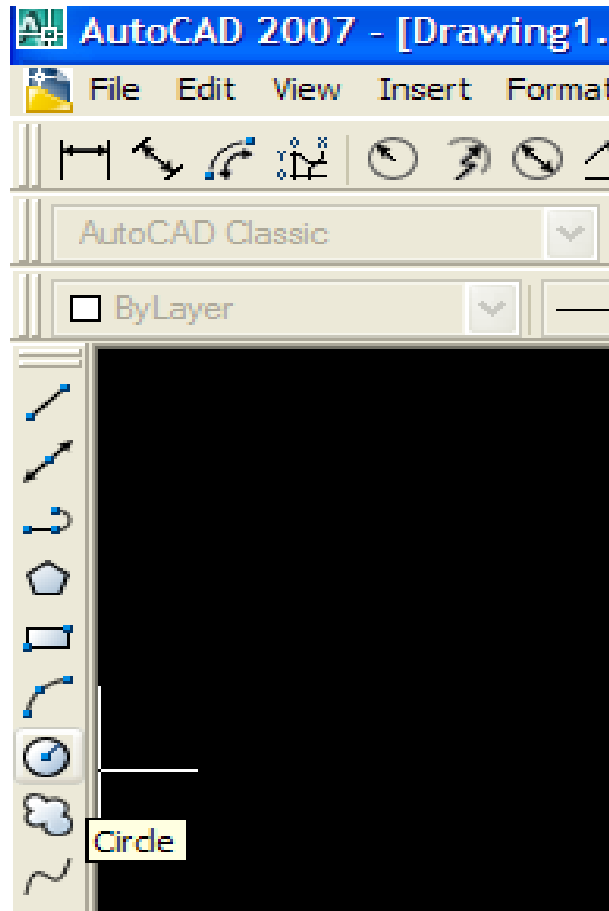

Figura 2.8. Comando Círculo (*circle*) desde la barra de herramientas (lateral izquierda).
1. Desde los iconos que se encuentran en las barras de herramientas (ver la figura 2.8).